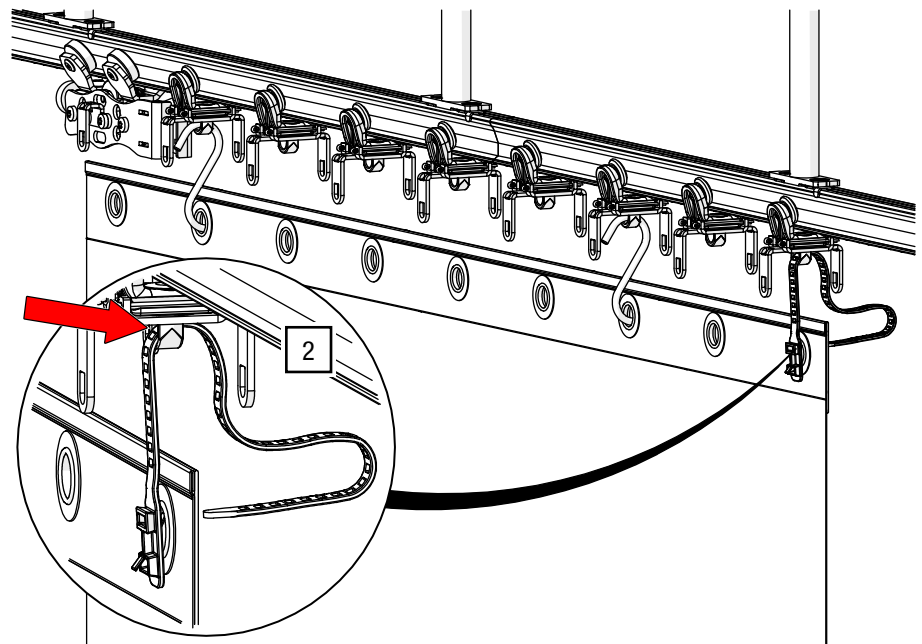

Abb. 71: Softbinder – in G-TRACK OFFICE 2-Rad-Vorhang-Laufwagen einfädeln
2. Fädeln Sie den Softbinder in den G-TRACK OFFICE 2-Rad-Vorhang-Laufwagen ein und fädeln Sie diesen durch das erste Loch im Softbinder (siehe Abb. 71).